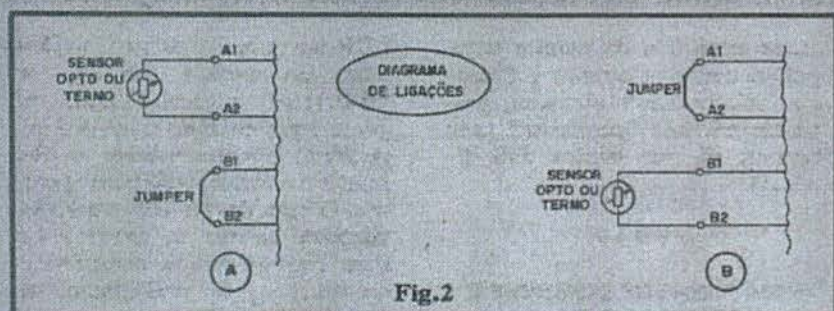
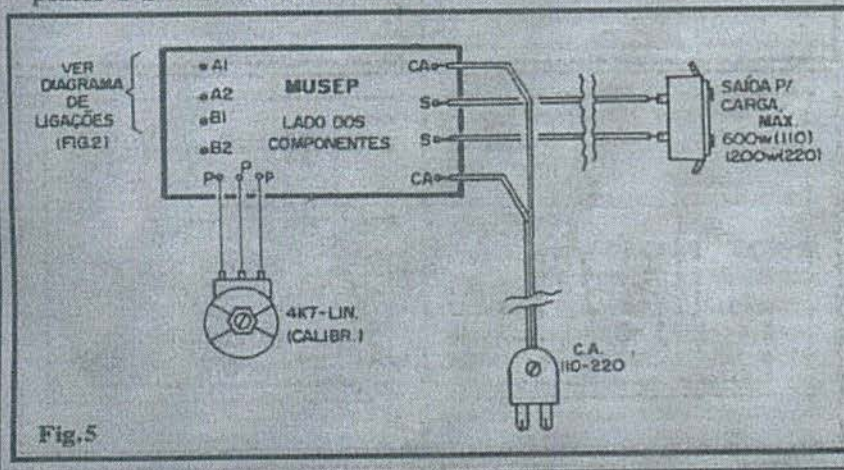

Fig. 2
Fig. 5
- FIG. 2 - DIAGRAMA DE LIGAÇÕES DO SENSOR - Referenciando as conexões pelos terminais A1-A2-B1-B2 do "esque-
- FIG. 5 - CONEXÕES EXTERNAS À PLACA - Com exceção das conexões do sensor e do respectivo jumper (já enfatizados na fig. 2), o diagrama mostra a placa pelo seu lado não cobreado, com as devidas conexões externas... Atenção às ligações do potenciômetro (visto pela frente...) e às importantes conexões ao "rabiço" que vai à rede CA local, e à tomada de saída, onde será ligada a carga a ser comandada pelo MUSEP... Todas as conexões aos pontos S-S e CA-CA devem ser
AINDA SOBRE OS SENSORES E JUMPERS (REF. FIG. 2)
Por óbvias razões práticas, em várias aplicações os sensores (termistor ou LDR) deverão situar-se longe da placa... Nada consta contra isso, podendo os elementos termo-resistivos ou foto-resistivos serem ligados à placa (conforme figura 2) através de pares de fios relativamente longos, sem problemas... Já os jumpers devem ser curtos, ficando diretamente sobre a placa (ver disposição dos pontos de ligação na fig. 5, e diagrama de ligação na fig. 2).
Não deve ser preciso enfatizar que, no caso do exemplo, a configuração de conexões sensor/jumper será de FRIO LIGA (rever fig. 2).